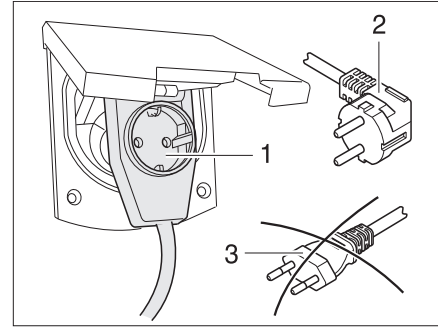

Fig. 172 Conexión a un conector con salida lateral del cable con caja de enchufe
- ▶ Al utilizar un acoplamiento acodado CEE 17, con caja de enchufe incorporada en el lado trasero (Fig. 172,1), emplear únicamente un conector IP 44 de goma impermeable, con contacto protector (Fig. 172,2). No utilizar conector sin contacto protector (Fig. 172,3). ¡Peligro de electrocución!